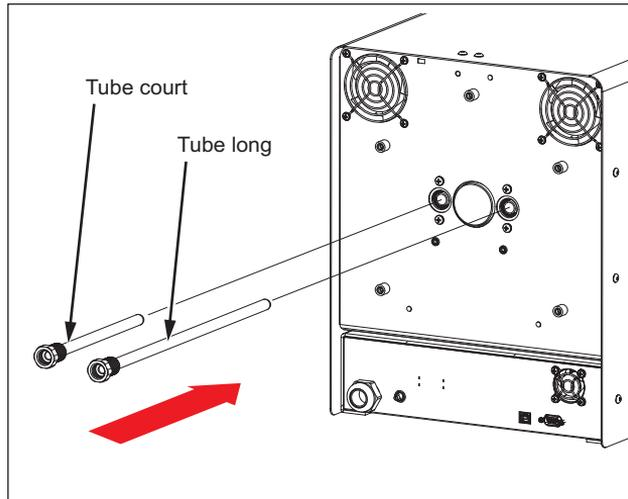

Figure 5. Insertion du tube long et du tube court
- Tube court dans le côté gauche. Voir la Figure 5.